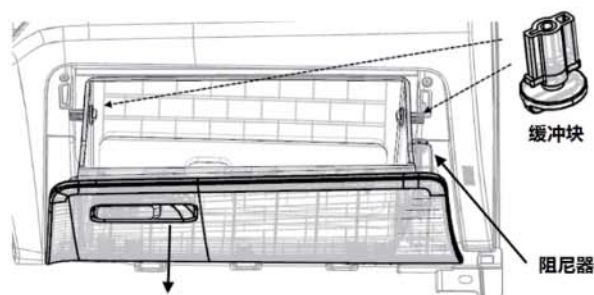

图 1-16 杂物箱总成示意
(2) 将杂物箱开启到极限，将右侧阻尼拆离杂物箱；
(3) 杂物箱绕转轴旋转一定合适角度后，沿朝向身体方向水平向内拉杂物箱，即完成杂物箱的拆卸；见图 1-16。